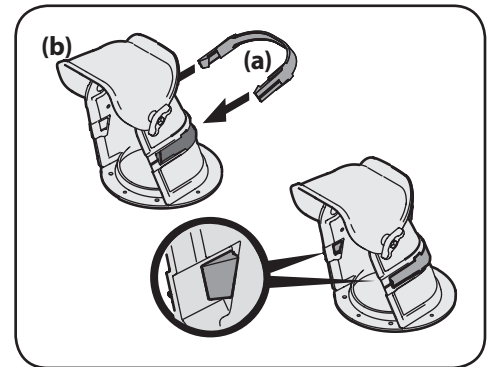

Figura 2-9
1. Si no lo hizo anteriormente, instale el tapón del canal (a) en el canal (b), según lo que se muestra en la Figura 2-9. Asegúrese de que el tapón esté alineado en el canal y que las lengüetas calcen en su lugar.